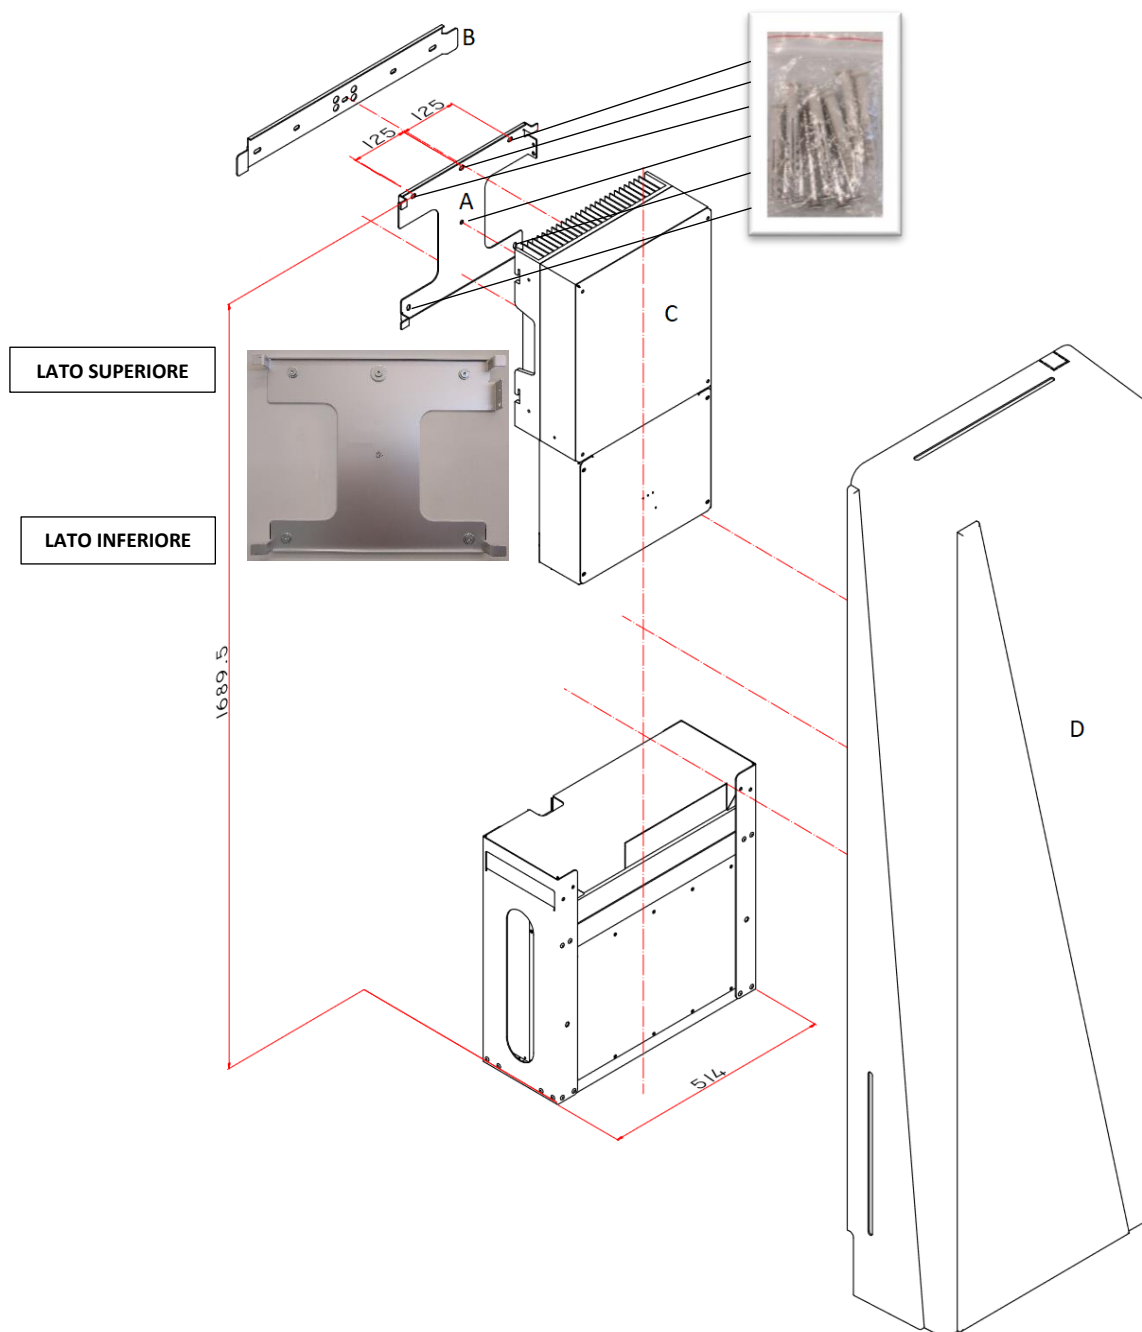

Figura 2 – Distanza di fissaggio della staffa inverter dal piano calpestio
La staffa (C) per l'ancoraggio inferiore della cover esterna (D Figura 2) deve essere installata solamente se la cover è stata fornita col resto del materiale.